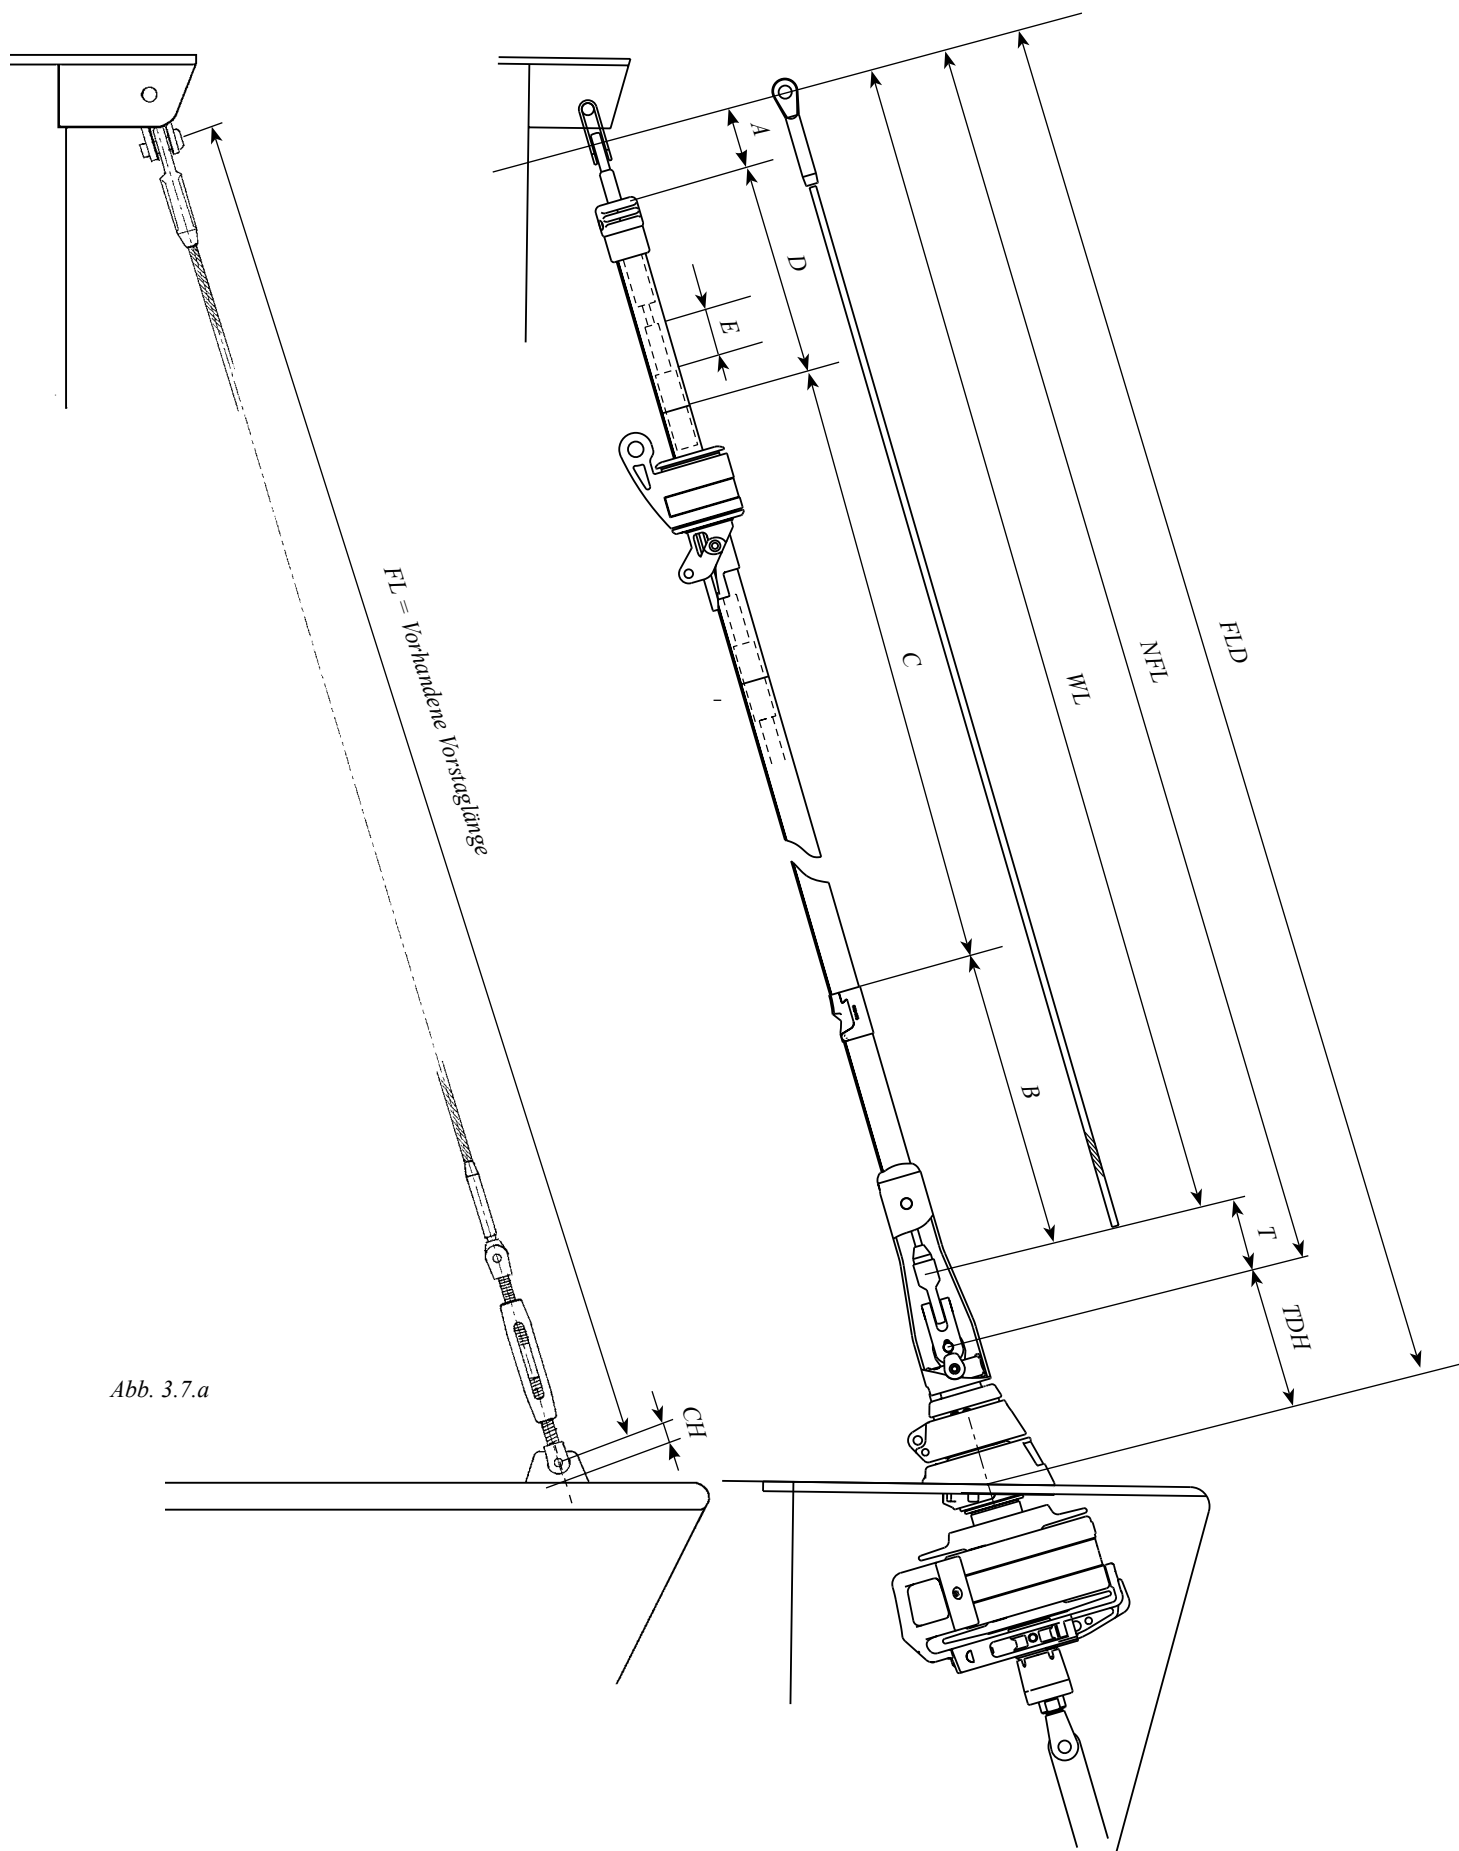

Abb. 3.7.a
5. Nehmen Sie das alte Vorstag ab. Messen Sie die Länge von der Bolzen-Bohrung im Deckspütting bis zur Oberfläche Deck (Siehe Abb. 3.7.a). Tragen Sie dieses Maß in die Tabelle 3.6.1 ein.